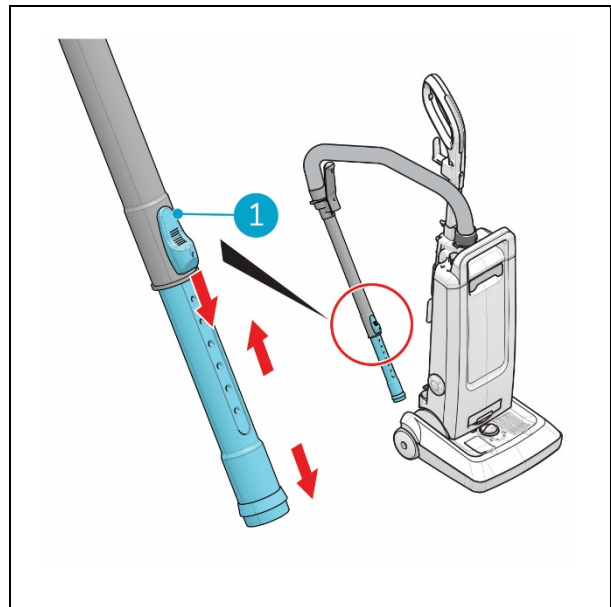

Abbildung 18
1. Drücken Sie den schwarzen Schieber (Abbildung 18, Pos. 1) nach unten und halten Sie ihn fest.